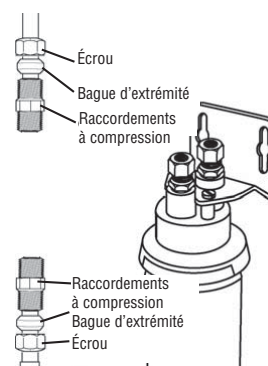

Figure 8
8. Deux raccords à compression doivent être placés aux extrémités du tuyau. Vérifier la taille du tuyau. Utiliser des adaptateurs de raccordement à compression de 3/8 po x 3/8 po, 1/2 po x 3/8 po ou 5/8 po x 3/8 po au besoin. Faire glisser l'écrou et la bague d'extrémité sur le tuyau d'eau tel qu'illustré et fixer les raccords en place (figure 8).